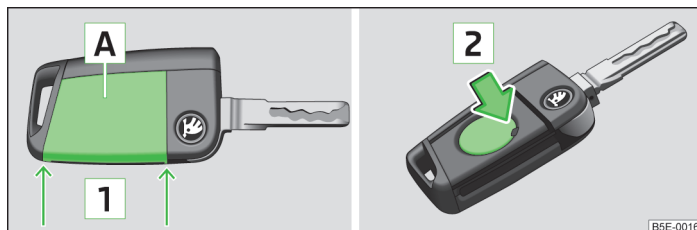

Fig. 9 Cheia cu telecomandă: îndepărtarea capacului/extragerea bateriei
Fiecare cheie cu telecomandă conține o baterie, care se găsește sub capacul A » fig. 9. Când bateria este descărcată, după apăsarea unei taste a cheii cu telecomandă, lampa de control de culoare roșie B nu clipește » fig. 14 la pagina 34.
- Apăsați capacul bateriei cu degetul mare sau cu o șurubelniță cu vârf plat, în locurile marcate cu săgețile 1 » fig. 9.